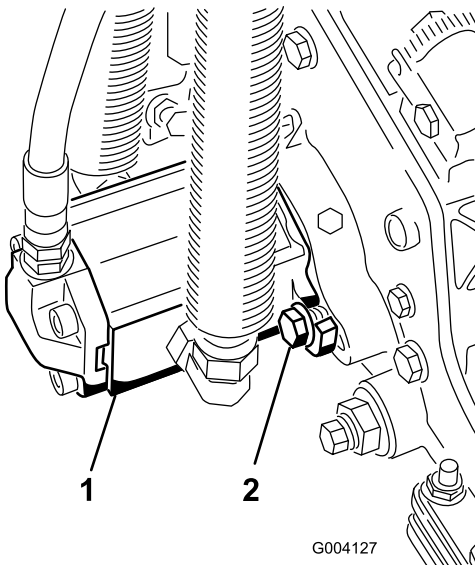

Figura 15
10. Instale o motor rodando-o no sentido dos ponteiros do relógio de forma a que as flanges do motor se afastem dos parafusos (Figura 15). Rode o motor no sentido contrário aos ponteiros do relógio até que as flanges envolvam os parafusos e apertem os parafusos.